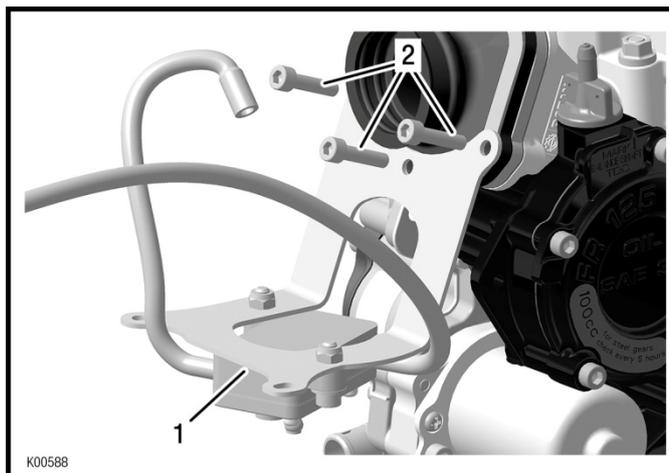

Fig. 2
- ➡ ブラケット (pos. 1)をキャブレーターソケットに M6x30 (pos. 2)を使い取付けます。締付けトルクは 6 Nm / 53 lbf です。 *Fig. 2* 参照